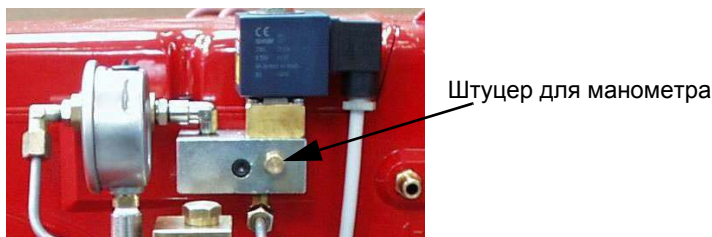
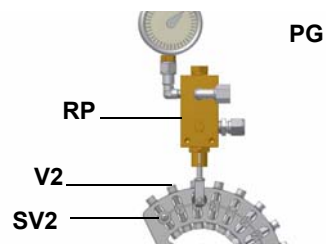

Рис. 26
Рис. 27
- 5 Давление питания форсунки уже отрегулировано заранее на заводе-изготовителе и не должно изменяться. Только в случае необходимости, отрегулировать давление питания (см. соответствующий параграф) следующим образом: установить манометр в положение, указанное на Рис. 26, воздействовать на регулировочный винт **VR** насоса (см. Рис. 27) до получения на форсунке давления в 20бар (форсунки Monarch или форсунки Bergonzo - см. на стр.33-34);
- 6 для получения максимального расхода дизельного топлива регулировать давление (считывая значения на манометре PG), не изменяя при этом, уже отрегулированный, во время настройки работы на газе, расход воздуха (см. предыдущий параграф): все время проверяя параметры продуктов сгорания, воздействовать на винт варьируемого сектора, соответствующий жидкому топливу **SV2** (см. Рис. 27), но по достижении положения большого пламени.